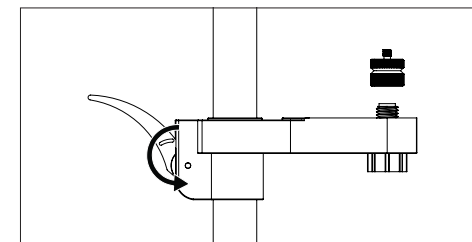

Figure 6 / Figure 6 / Figura 6
2. Rotate laser platform lock handle to move platform. Reengage to lock platform into desired position. (Figure 6)
2. Faites pivoter le loquet du bras pour laser pour déplacer le bras. Réenclenchez le loquet du bras pour bloquer ce dernier dans la position souhaitée. (Figure 6)